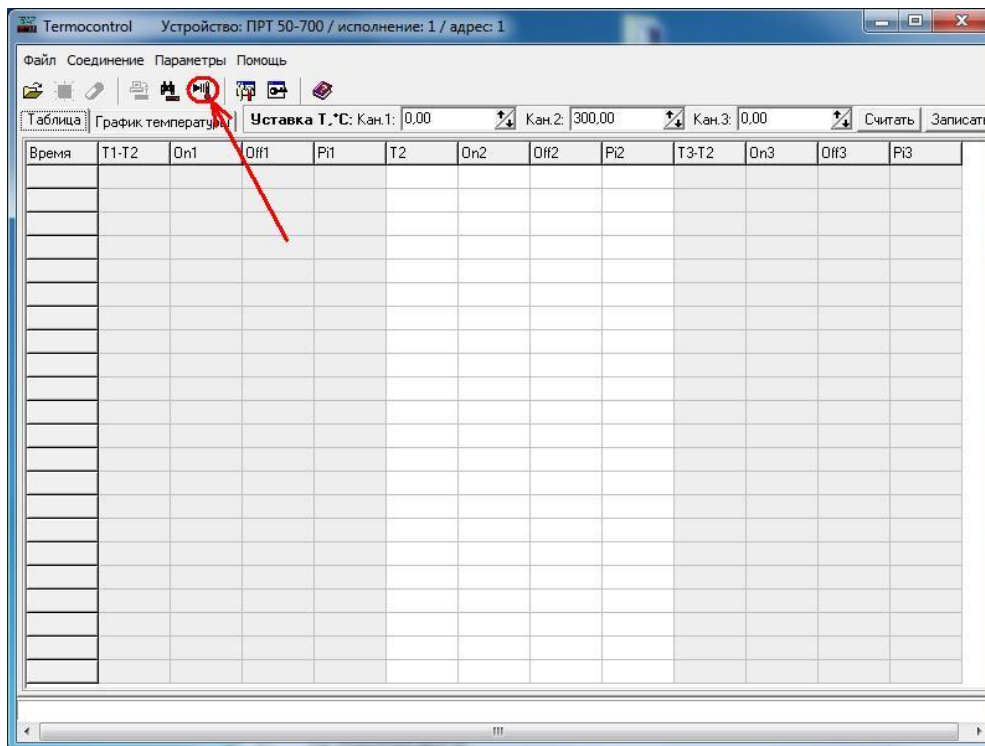

Рисунок 8 – Включение нагрева нагрузки
2.5.6.2.4 Для включения нагрева нагрузки необходимо нажать кнопку "Запустить/остановить нагрев" (см. рисунок 8). После нажатия этой кнопки в таблице появятся измеренные значения температуры и мощности нагревателя, а кнопка включения нагрева станет кнопкой остановки нагрева (см. рисунок 9).